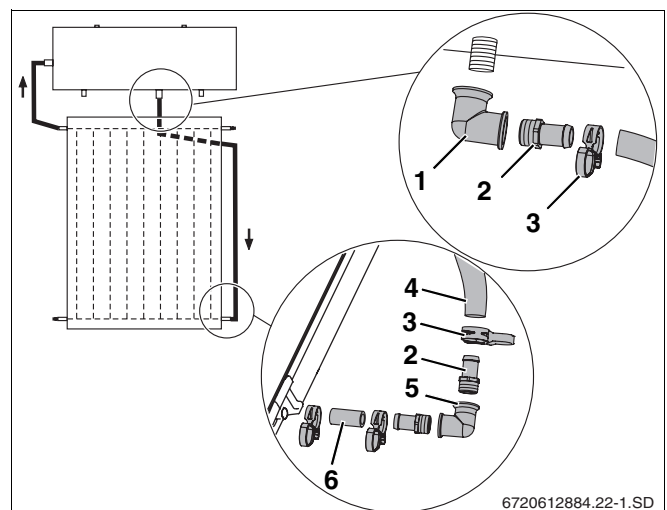

Fig. 22 Montaje del conducto de retorno
- ▶ Premonte el ángulo para el acumulador (fig. 22, **pos. 1**) con la boquilla portatubo (fig. 22, **pos. 2**) y enrósquelo en la conexión de retorno del acumulador.
- ▶ Premonte el ángulo para el colector (fig. 22, **pos. 5**) con dos boquillas portatubo (fig. 22, **pos. 2**) e introdúzcalo en el tubo solar corto de la parte inferior del colector (fig. 22, **pos. 5**). Asegúrelo con abrazaderas (fig. 22, **pos. 3**).
- ▶ Una el acumulador y el colector mediante el tubo solar de 2400 mm (fig. 22, **pos. 4**) y asegure la unión con abrazaderas.